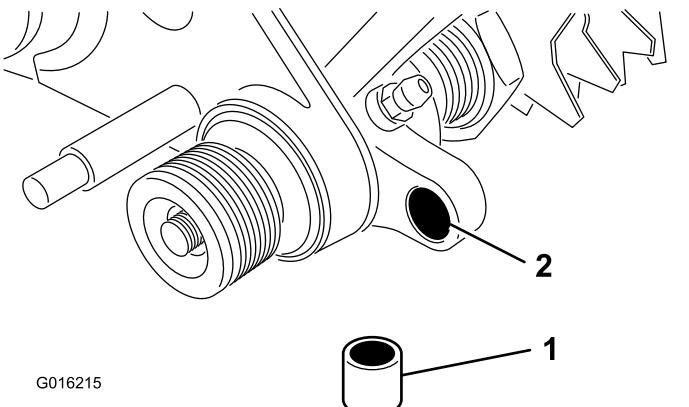

Figura 11
26. Insira um casquilho no furo do conjunto da transmissão do rastelo (Figura 11).